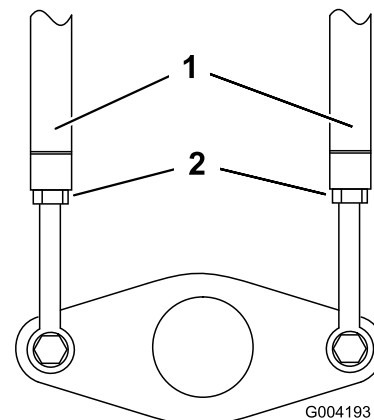

Bild 53
3. Lösen Sie die Klemmmuttern an den Zugstangen unter dem Armaturenbrett (Bild 53).